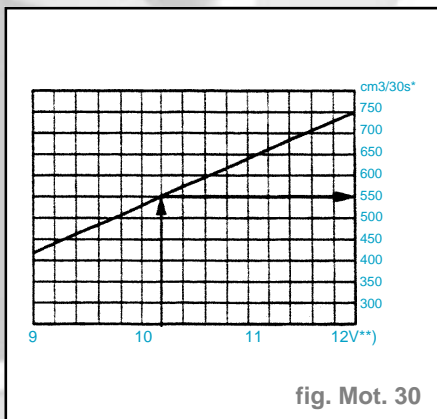

fig. Mot. 30
- Comparer la quantité de carburant refoulée avec la valeur assignée (fig. Mot. 30).